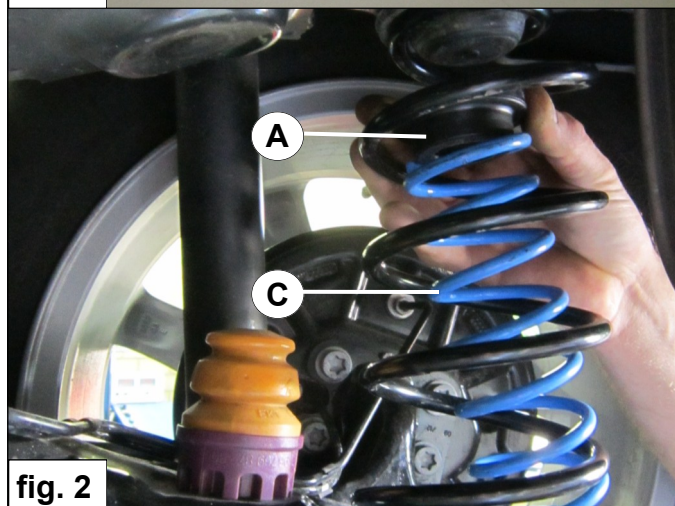

fig. 2
5. Plaats veerschotel **A** op de bovenzijde van de hulpveer **C** en centreer deze op bovenste veerrubber. Zie fig. 2.
5. Place the spring seat **A** on top of the auxiliary spring **C** and center it on to the upper spring rubber. See fig. 2.
5. Stelle Federteller **A** auf der Oberseite des Hilfsfeder **C** und zentrieren Sie es auf der oberen federteller. Siehe Fig. 2.
5. Placez la coupelle **A** sur le ressort auxiliaire **C** et le centrer sur le ressort en caoutchouc haut. Voir Fig. 2.
5. Istället fjädersäte **A** på den övre sidan av den ytterligare fjädern **C** och centrera den i den övre gummi fjädern. Se fig 2.
5. Monte plato de muelle **A** en el lado superior del muelle auxiliar y el centro en superior plato de muelle. Véase fig. 2.